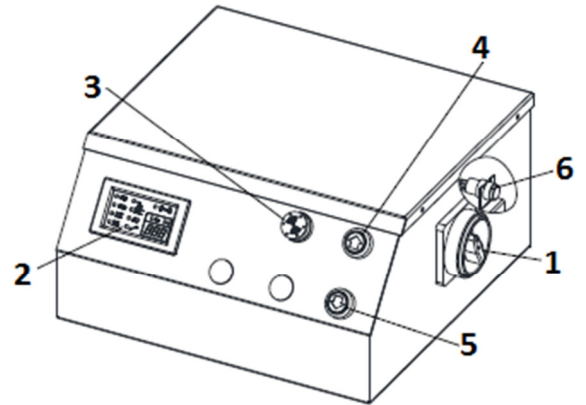

Fig. 8
3. Draai de hoofdstroomschakelaar (1, fig.8) op I (AAN).
4. Druk nu ca. 30 seconden op de HEF-knop (4, fig.8) om de cilinders met olie te vullen.
5. Hef de lift door op de HEF-knop (4, fig.8) te drukken tot de brug helemaal geheven is.
6. Houdt nu 10-15 seconden de NEGEER-knop (6, fig.8) ingedrukt samen met de HEF-knop, de brug maakt nu een extra slag van 70mm, deze is nodig om de cilinders te ontluchten. Men ziet ook luchtbelletjes door de doorzichtige leiding lopen.
7. Laat nu de platforms zakken door op de ZAK-knop (5, fig.8) te drukken. De brug zal nu dalen tot de veilige hoogte (400mm), laat nu de knop los en druk deze opnieuw in, het laatste stuk klinkt er een pieptoon en knippert er een lampje (3, fig.8) tijdens het dalen.